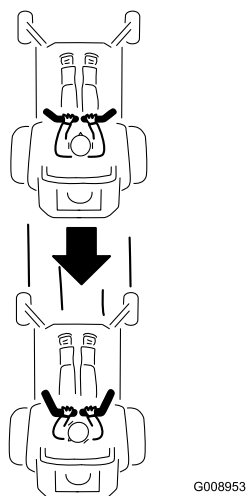

Figura 20
2. Per procedere in retromarcia, guardatevi indietro e verso il basso man mano che tirate lentamente all'indietro le leve di controllo del movimento (Figura 20).
Per spostarvi in linea retta, applicate una pressione identica su entrambe le leve di controllo del movimento (Figura 20).